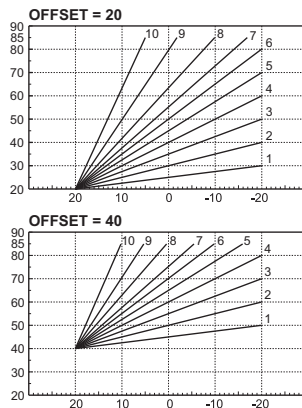

fig. 25- Ejemplo de desplazamiento paralelo de las curvas de compensaci3n
**Offset:** Si se entra en este submenú, es posible realizar el desplazamiento paralelo de las curvas pulsando las teclas  y  **ACS**. Véase la fig. 25 para las características.